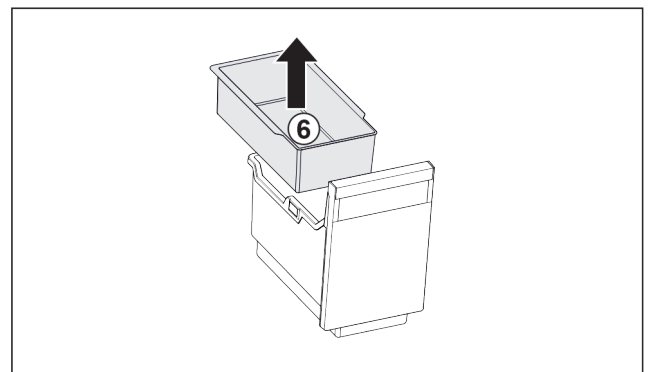

Fig. 140
- Einhängeschale Fig. 140 (6) entnehmen.